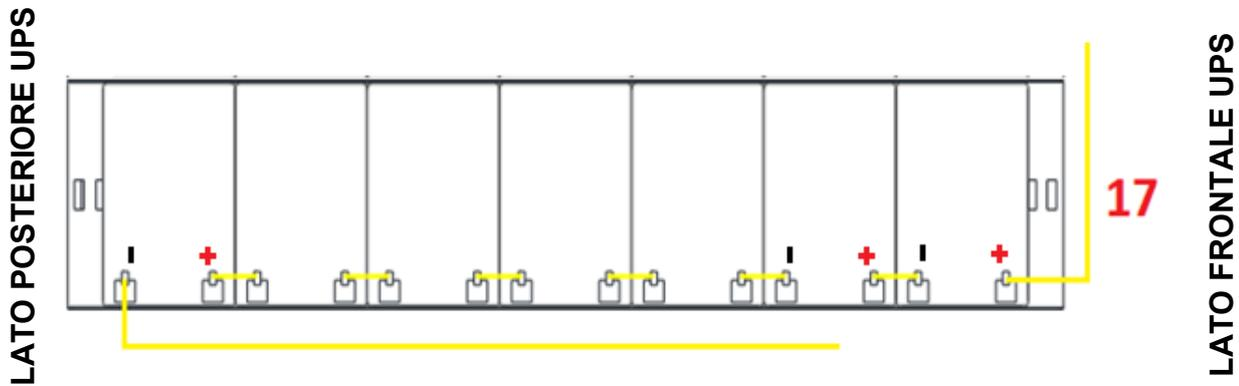

Figura 43 - Vista dall'alto piano N°6
15) Sul Piano n°6 inserire il cassetto n°17 rispettando la posizione e il cablaggio come mostrato in figura 43.